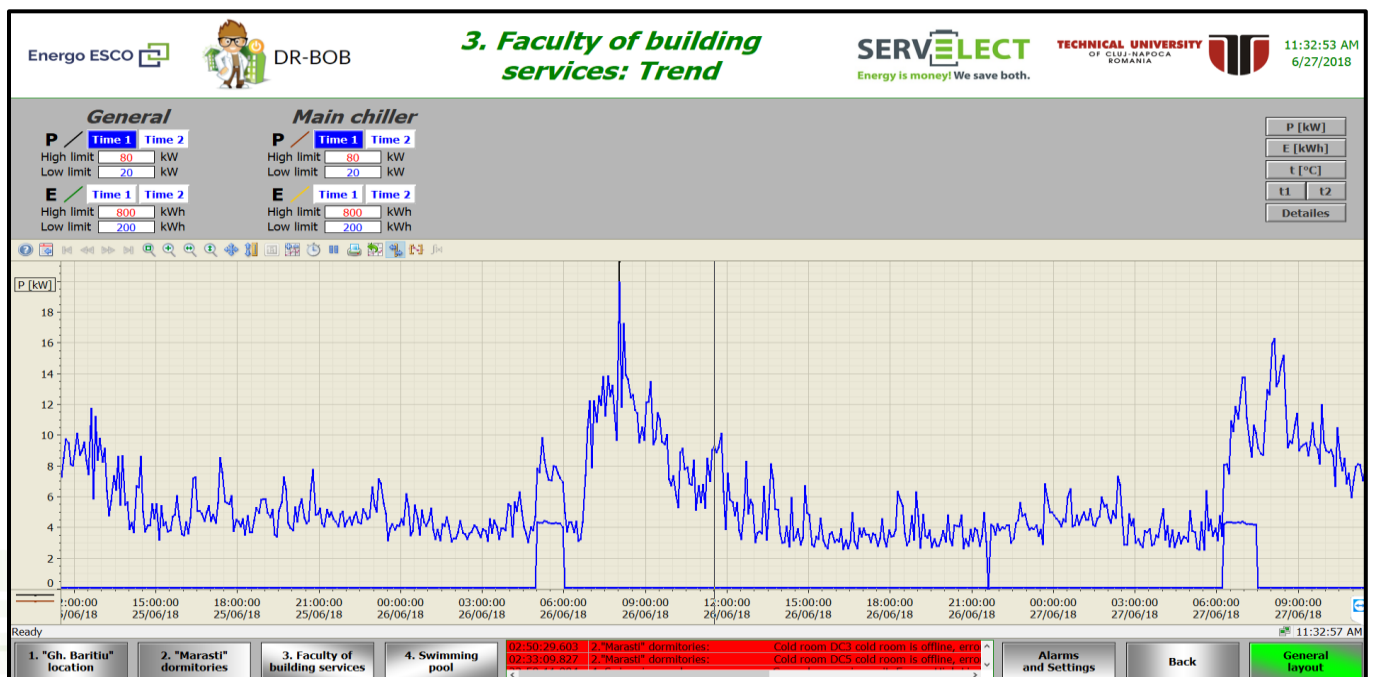

Fig.14a. Trend Instalații
- Trends - conduce la fereastra din Fig.14a.